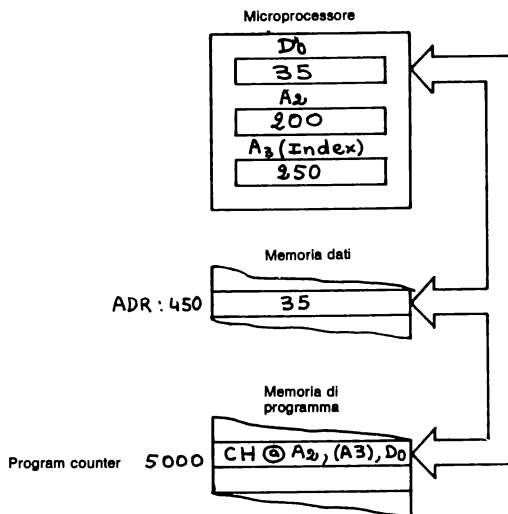

Figura 4 - Indirizzamento indiretto indicizzato.
L'indirizzo (450) dell'operando (35) è la somma del contenuto del registro di indirizzo A₂ e del contenuto del registro indice A₃ (figura 4).